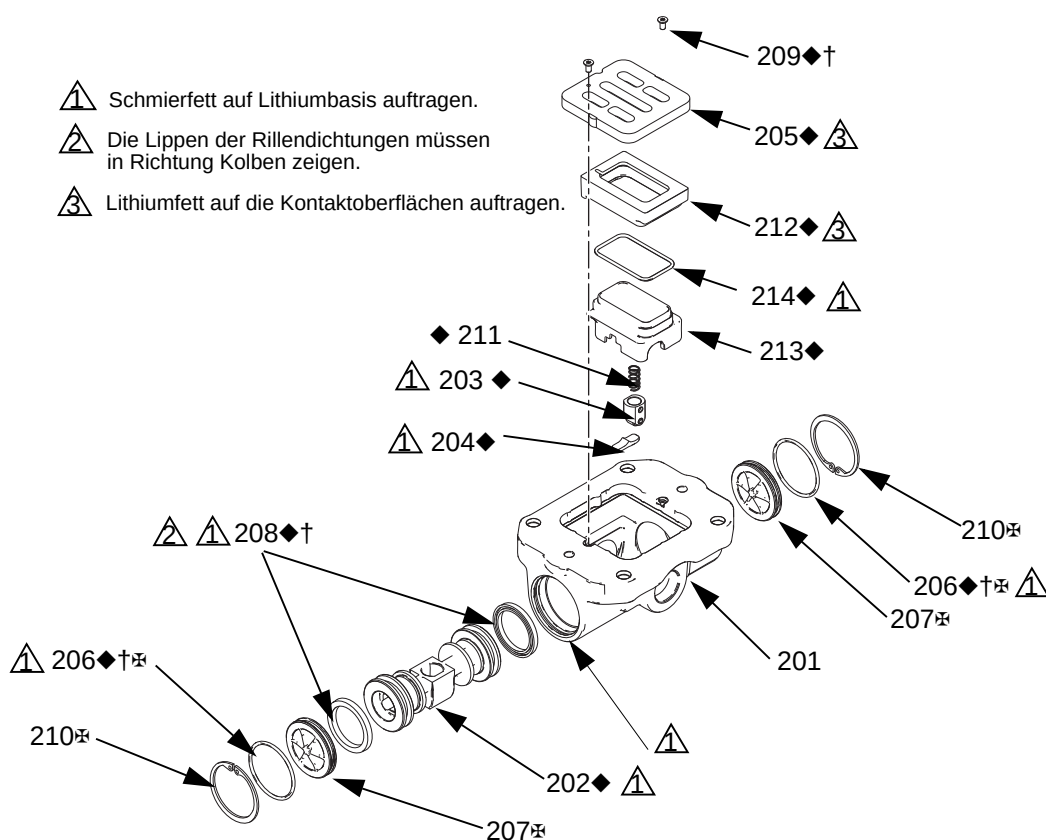

ABB. 2. Luftventilsatz
2. Siehe ABB. 2. Torx-Schraubendreher (T8 bei Aluminium-Mittelteilen, T10 bei Kunststoff-Mittelteilen) für das Entfernen der beiden Schrauben (209) verwenden. Ventilplatte (205), Lager (212-214), Feder (211) und Sperrvorrichtung (203) entfernen.
3. Luftglocke (213) aus der Basis (212) ziehen. Den O-Ring (214) vom Lager abnehmen.
4. Siehe ABB. 2. Halteringe (210) an jedem Ende des Druckluftventils ausbauen. Mit Kolben (202) Endkappe (207) aus einem der Enden schieben. U-Dichtung (208) entfernen. Kolben aus dem Ende herausziehen und andere U-Dichtung (208) entfernen. Andere Endkappe (207) und O-Ringe (206) der Endkappe entfernen.
5. Die Arretierungsnocken (204) aus dem Druckluftventilgehäuse (201) ausbauen.